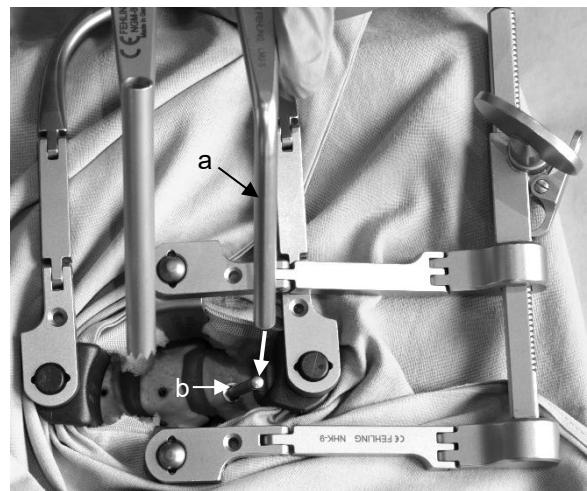

Fig. 8a
5. Ora è possibile utilizzare il sistema del divaricatore con dima di foratura. Infilare il tubo cilindrico di supporto del braccio fisso del divaricatore (a) sulla vite di distrazione (b) (Fig. 8a).